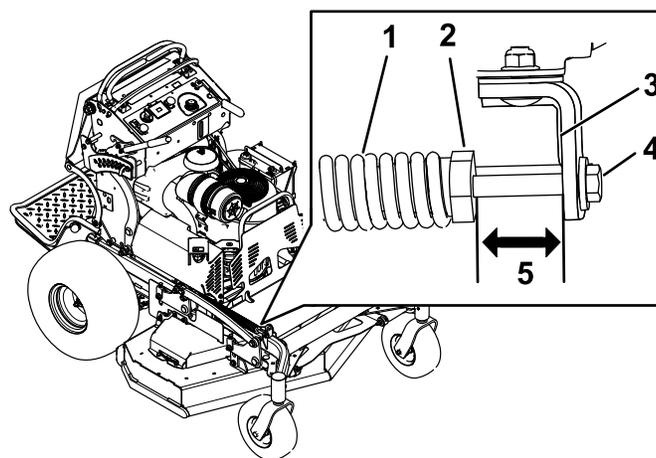

図 98
2. スプリングのナットとホイール取り付けブラケット後部との間の距離を測定する 図 98。
3. 適正距離は、47-50 mmである 図 98。
4. 調整が必要な場合は、ブラケットの前側にある調整ボルトを使用する 図 98。